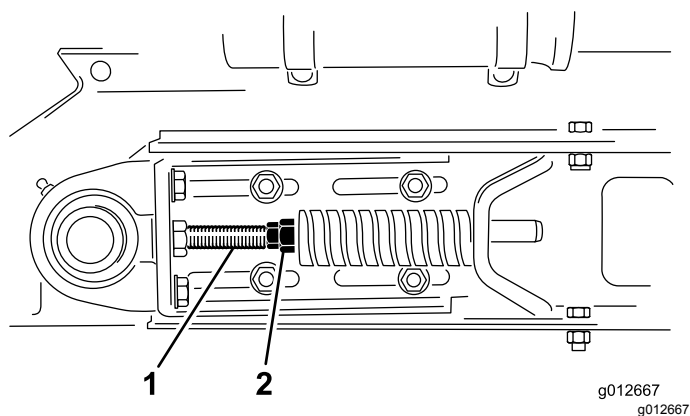

图24
1. 拧松张力杆上的前、后锁紧螺母以放松弹簧的张紧力 图24。